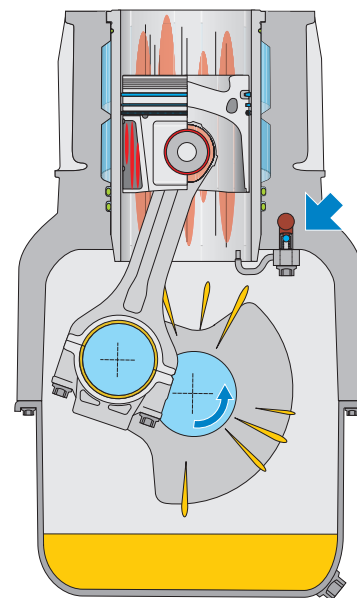

Fig. 1 : Manque de lubrification en cas de marche au ralenti excessive
- La quantité d'huile sortant des coussinets est insuffisante. De ce fait, le jet d'huile projeté sur la paroi du cylindre est insuffisant. Les impuretés et les résidus d'abrasion ne sont pas éliminés et provoquent, dès le rodage, une usure importante (Fig. 1).
- Le clapet (flèche sur la Fig. 1) de refroidissement du piston par gicleur ne s'ouvre pas au ralenti. Le piston n'est pas refroidi, et le manque d'huile entraîne une lubrification insuffisante au niveau de l'axe de piston et de la bague de coussinet de bielle.